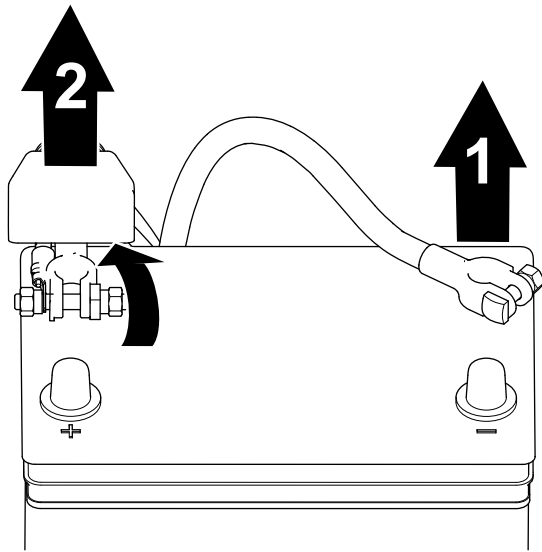

Figure 31
1. Débranchez le câble négatif de la borne de la batterie (Figure 31).
2. Soulevez le capuchon isolant et débranchez le câble positif de la borne de la batterie (Figure 31).